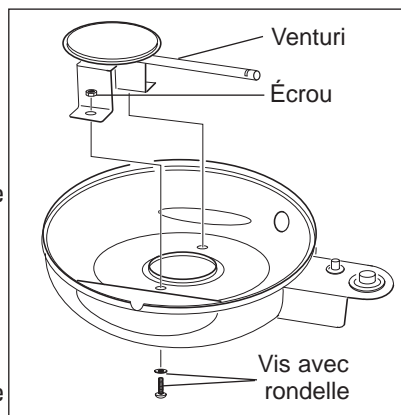

Figure 12
2. Observez la figure 12 et localisez les deux vis qui retiennent le brûleur au corps du gril. Enlevez les vis avec leur rondelle et leur écrou en prenant soin de les conserver; vous en aurez besoin pour remonter le brûleur.
3. Retirez délicatement le brûleur vers l'arrière pour déconnecter le venturi du régulateur. Voir la figure 12. L'allumeur étant toujours relié au brûleur, évitez d'exercer une tension sur le câble. Celui-ci est suffisamment long pour vous permettre d'examiner l'intérieur du venturi et de le nettoyer éventuellement avec une petite brosse à tubes.